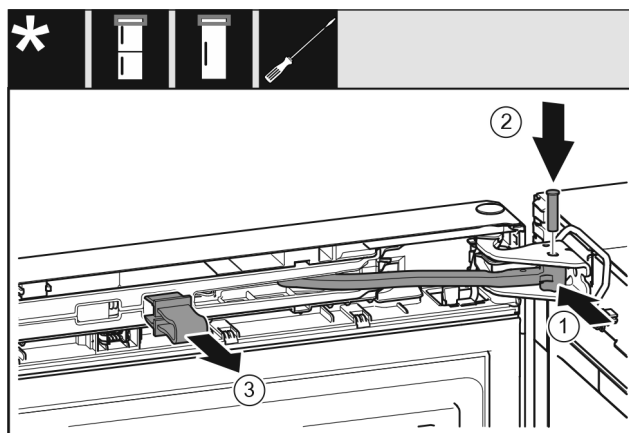

Fig. 66
- ▶ Scharnier Fig. 66 (1) in het lagerbok draaien.
- ▶ Bouten Fig. 66 (2) in het lagerbok en scharnier steken. Let hierbij op dat het vergrendelingslipje juist in de groef zit.
- ▶ Beveiliging Fig. 66 (3) wegnemen.